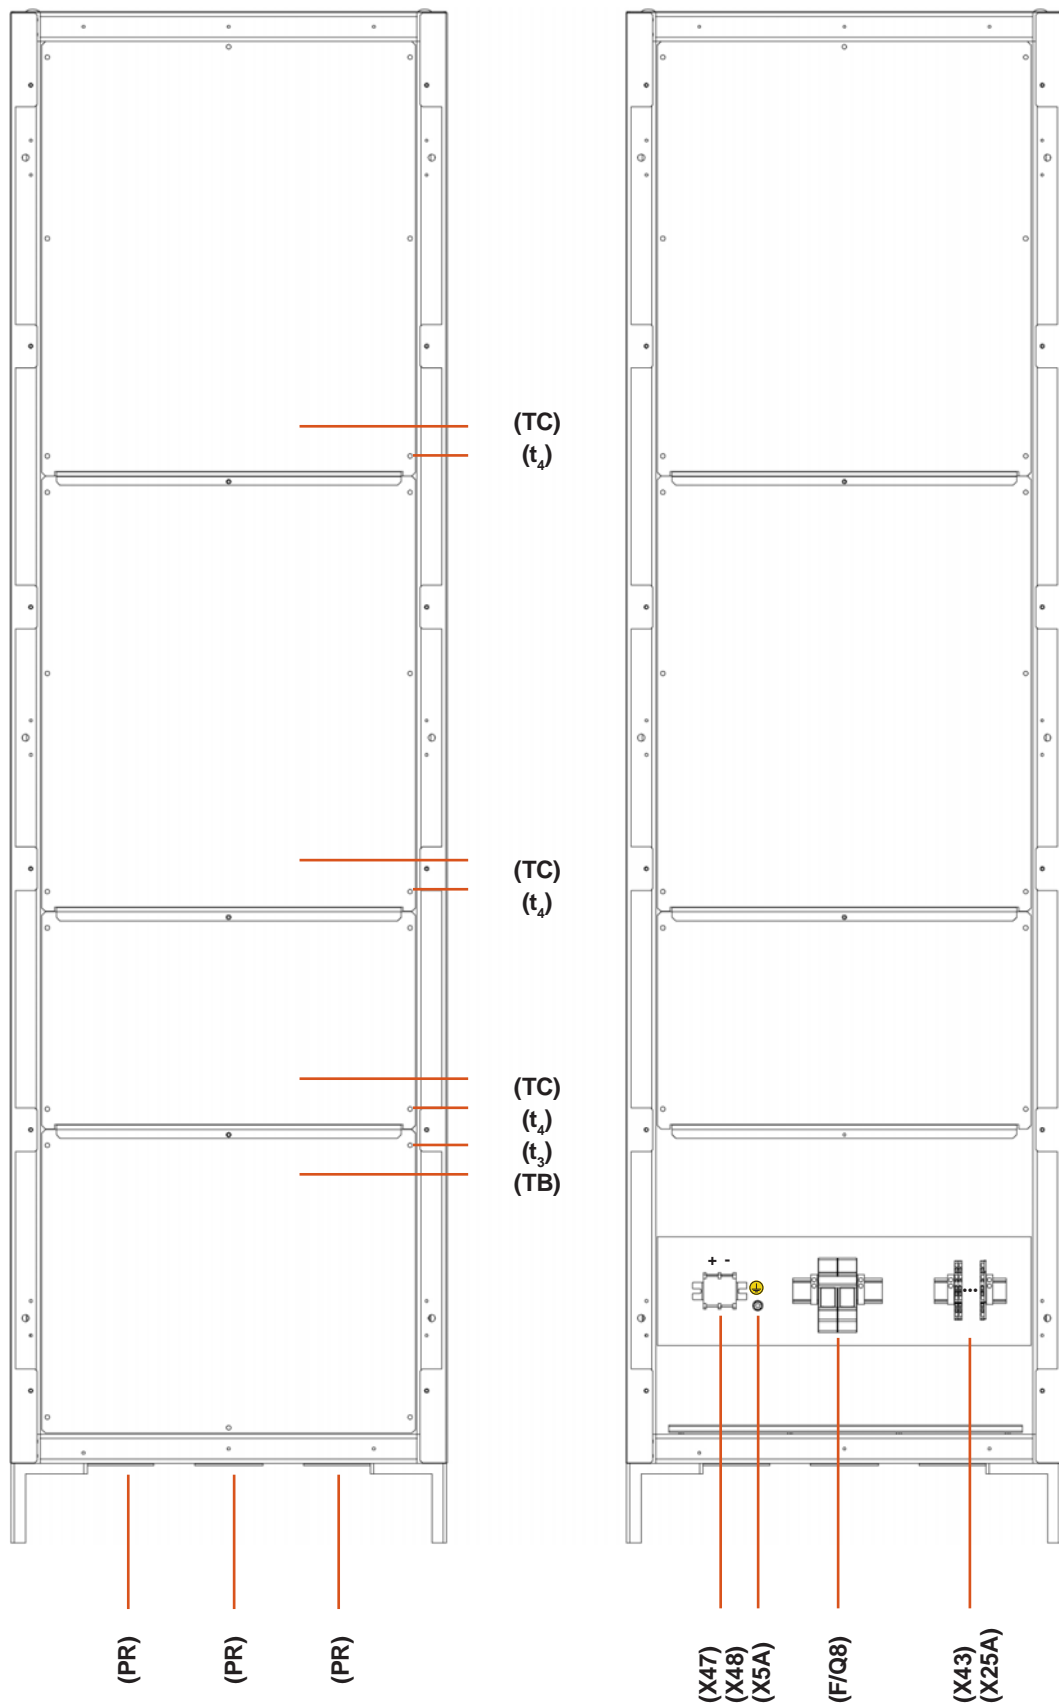

Fig. 11. Vista frontal armário de baterias de 605x605x2115 mm.
- Armário de baterias com 2005 mm de altura e pés elevadores adicionais de 110 mm, pelo que a altura total será 2115 mm. Disponível com uma base do armário de 600x600 mm, 600x800 mm e 800x800 mm (ver Fig. 11 e 12).